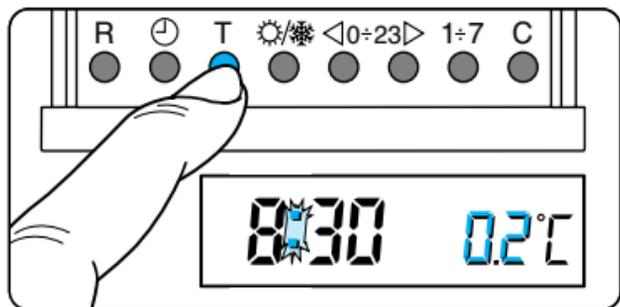

Fig. 73
15.3 - Premere il pulsante **T** (fig. 73).